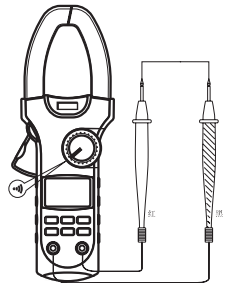

图 6
- 4. 导通检测（ $\rightarrow$ ）（见图6）